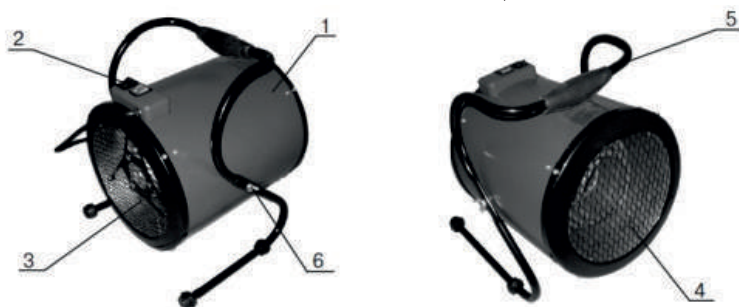

Рис. 1 Тепловая пушка
5.3 Несущая конструкция тепловой пушки (см. рис.1) состоит из кожухов наружного (1) и внутреннего, изготовленных из листовой стали и имеющих цилиндрическую форму. Во внутреннем кожухе размещены вентилятор и трубчатые электронагревательные элементы. Снаружи внутреннего кожуха расположен корпус блока управления (2). Кожух наружный, закрытый входной (3) и выходной (4) решетками, винтами устанавливается в подставке (5) и имеет возможность поворота в вертикальной плоскости. Угол поворота фиксируется гайками (6).